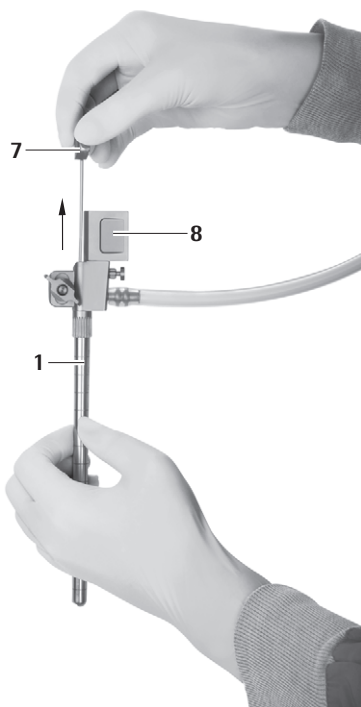

Fig. 9
- ▶ Extraer con cuidado el obturador para el canal de trabajo ovalado **7** del trocar MINOP InVent **1**, ver Fig. 9.